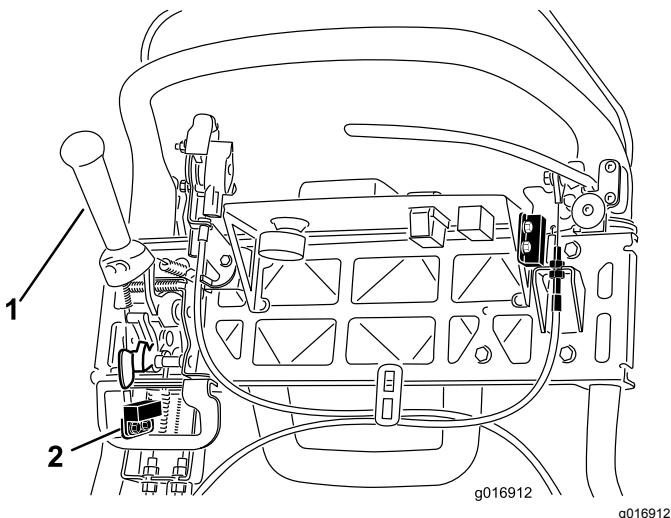

Figura 42
4. Afloje las fijaciones de montaje del interruptor de seguridad (Figura 42).
5. Coloque un suplemento de 1,6 mm (0,062") de grosor entre la palanca de tracción y el interruptor de seguridad (Figura 42).